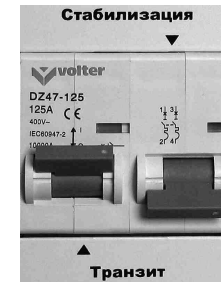

Рис. 22
3. Переведите левый рычаг переключателя режима работы вверх (Рис.22). Такое положение переключателя соответствует режиму «Транзит».